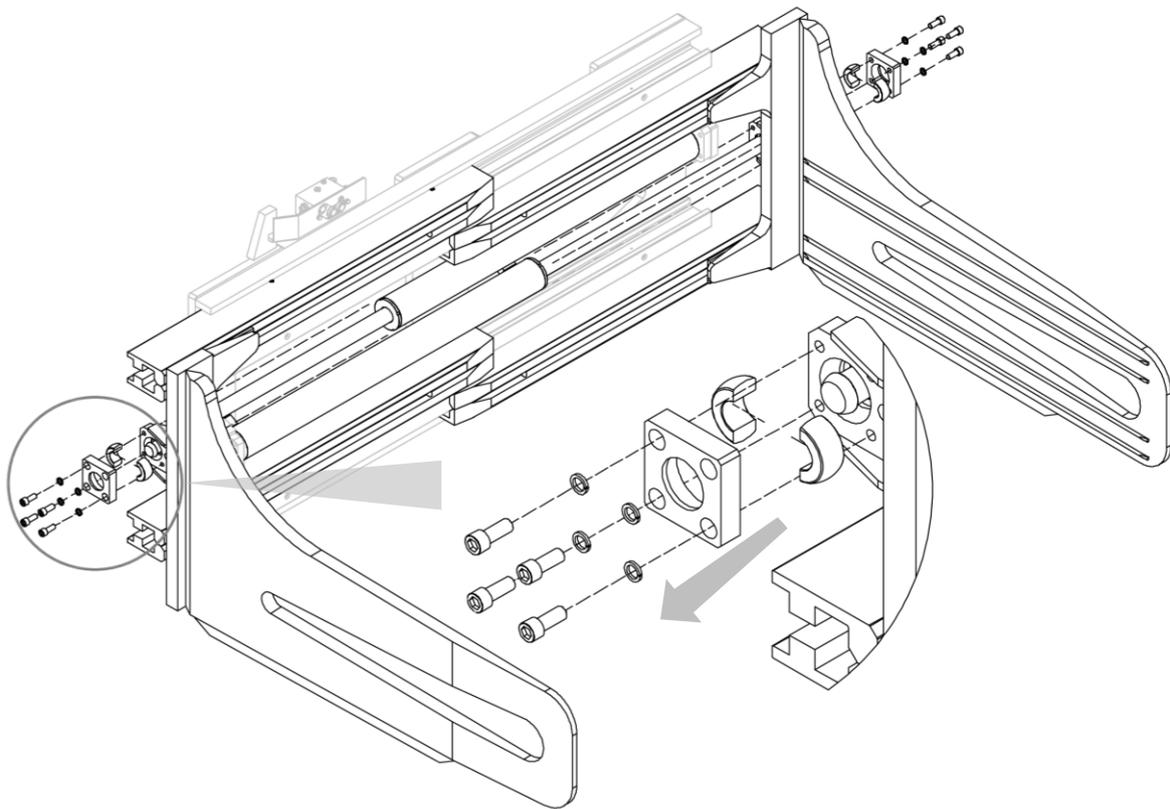

Figura 21
3. Rimuovere le controflange e i collari che vincolano le ganasce ai cilindri (vedi *Figura 21*).